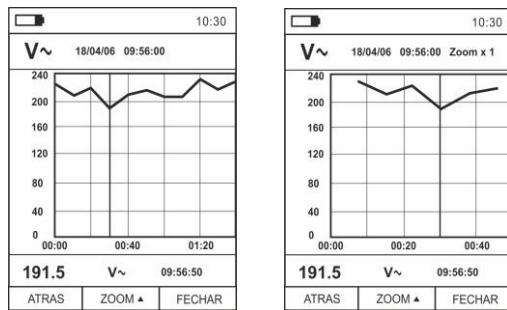

Fig. 39: Data logger – Visualização do gráfico da gravação
17. Premir o botão **MODE/VFD (TENDEN)** para visualizar no display o gráfico da gravação e a respetiva evolução (Trend). No display é apresentado o ecrã da Fig. 39 – parte esquerda:
19. Premir o botão **▲ (ZOOM)** para ativar (se disponível) o Zoom dos valores no gráfico (ver Fig. 39 – parte direita) com o objetivo de aumentar a resolução. A indicação "Zoom xY" onde Y = dimensão máx. do zoom aparece na parte superior do display. É possível um zoom X1 para pelo menos 10 pontos de medida, X2 para pelo menos 20 pontos de medida, X3 para pelo menos 40 pontos de medida e assim por diante para um máximo de 6 operações de zoom